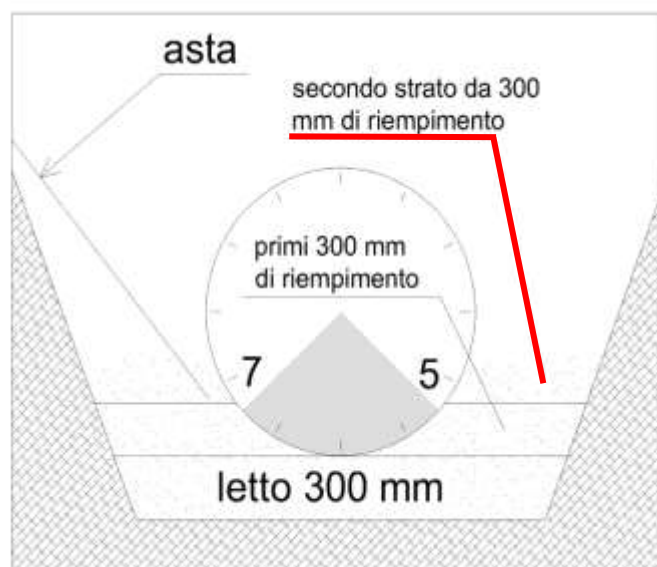

Figura 4-6 INSERIMENTO SECONDO STRATO DI RIEMPIMENTO
- Porre altri 300mm di materiale di riempimento (si è ora a 900 mm circa) per assicurare un corretto sostegno al manufatto (Figura 4-6);